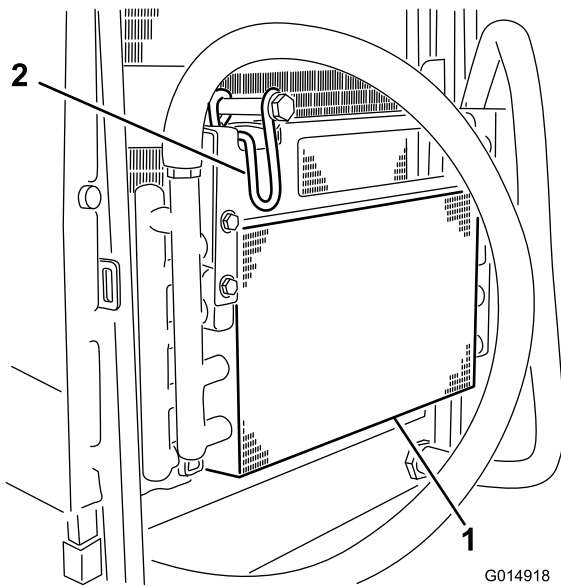

Figure 43
6. Pivotez le verrou vers l'intérieur pour dégager le refroidisseur d'huile (Figure 43).